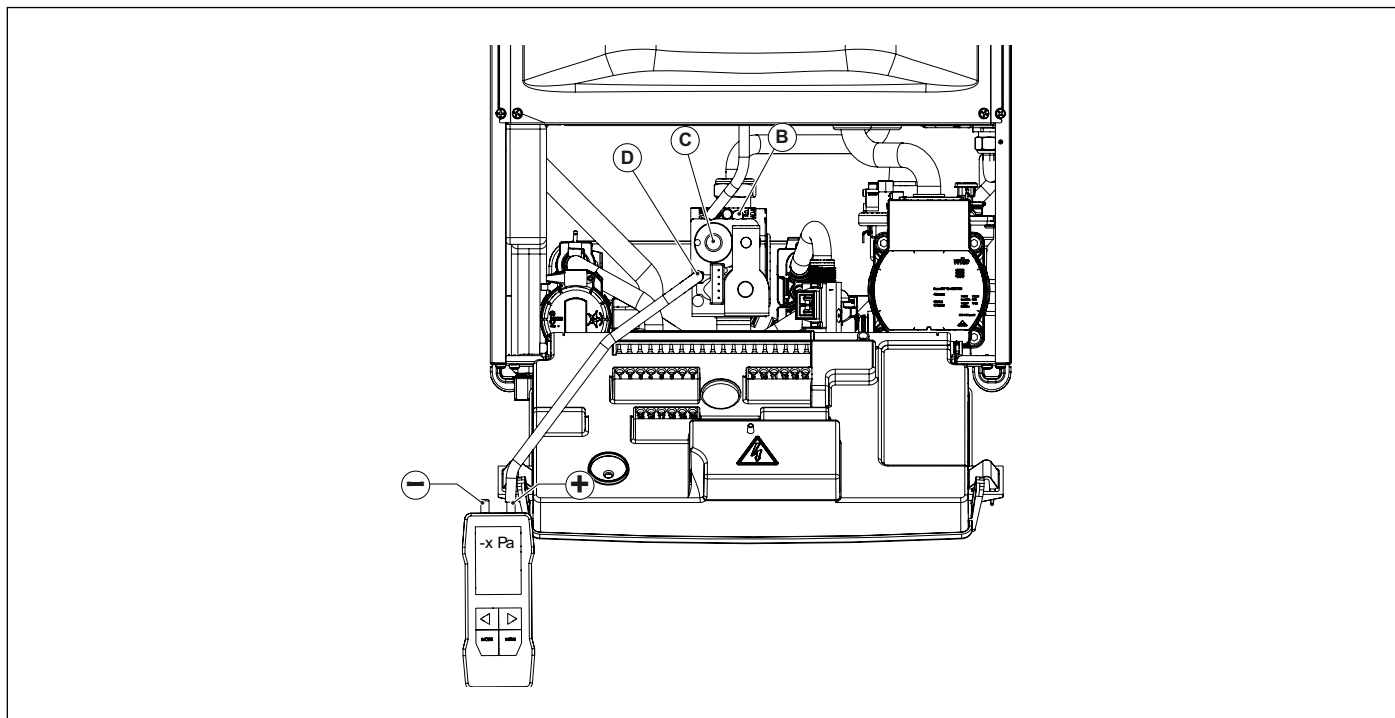

Fig. 35 Reglarea presiunii de offset
- Deschideți șurubul robinetului de presiune de offset **D** și conectați-l la intrarea pozitivă (*) a manometrului de presiune diferențială (a se vedea Fig. 35 Reglarea presiunii de offset).